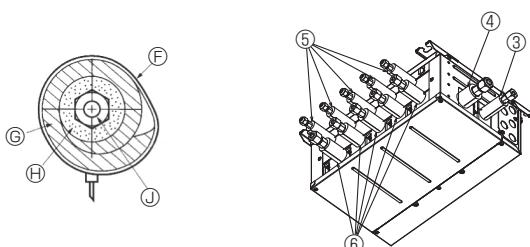
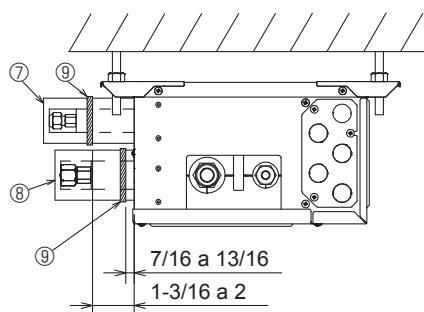

Fig. 7-4
Fig. 7-5
- Aíslle los tubos de líquido y de gas de la caja de derivación aplicando alrededor de ellos espuma de polietileno resistente al calor. (Fig. 7-4)
- (5) Presione las cubiertas de los tubos ③ y ⑤ de la tubería de líquido contra la unidad y envuélvala para que se fije. (Fig. 7-4)
- (6) Presione las cubiertas de los tubos ④ y ⑥ de la tubería de gas contra la unidad y envuélvala para que se fije. (Fig. 7-4)
- (7) Aplique las cintas suministradas ⑨ en una posición de 7/16-13/16 pulgadas (10-20 mm) de cada extremo de las cubiertas de los tubos (③④⑤⑥).
- (8) Si la unidad interior no está conectada, ajuste las cubiertas de los tubos que se suministran (con las tapas, ⑦ y ⑧) en las conexiones de los tubos de refrigerante de la caja de derivación contra la unidad para evitar el goteo de condensación de los tubos. (Fig. 7-5)
- (9) Fije las cubiertas de los tubos (⑦⑧) con las cintas ⑨ suministradas.
- ⑤ Cinta (3.1. N° de accesorio ⑨)
- ⑥ Cubiertas de los tubos (3.1. N° de accesorio ③④⑤⑥)
- ⑦ Material térmico aislante para tubo de refrigerante
- ⑧ Tubo de refrigerante
7.2. Manejo de los puertos que no están conectados a la unidad exterior (Fig. 7-5)